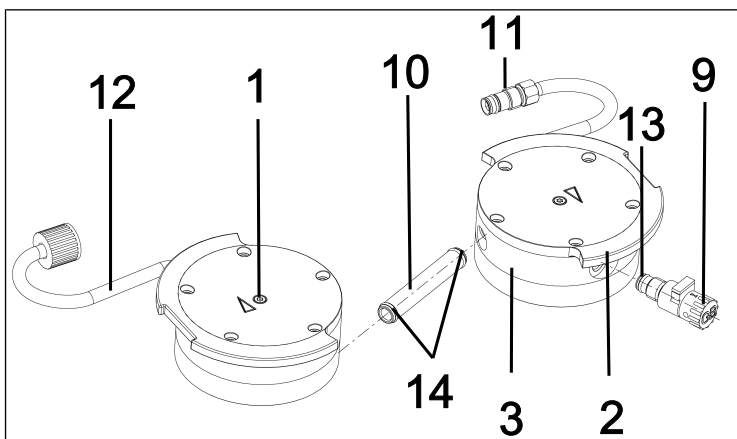

Fig.28: Sostituzione degli O-ring
2. Estrarre il tubo di allacciamento (10/ Fig. 28) dal coperchio testa (3).
3. Sostituire i due O-ring (**14**) del tubo di allacciamento (**10**/Fig. 28).
- i** Qualora gli O-ring (**14**) non si possano prelevare dal tubo di allacciamento (**10**/Fig. 28), comprimerli lievemente e prelevarli, all'occorrenza con una pinza.
6. Svitare la valvola gas ballast (**9**/Fig. 28) dal coperchio testa (**3**).
7. Sostituire l'O-ring (**13**) della valvola gas ballast (**9**/Fig. 28).
8. Avvitare a fondo la valvola gas ballast (**9**/Fig. 28) nel relativo coperchio testa (**3**). Successivamente, svitarla di nuovo, fino a quando la superficie sia orientata verso l'alto.
7. Innestare nuovamente il tubo di allacciamento (**10**/Fig. 28) nei due coperchi testa (**3**).